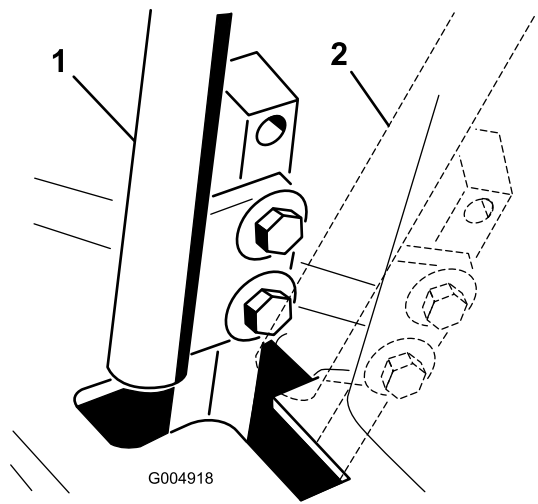

Bild 89
4. Schieben Sie den Schaltbügel in die NEUTRAL-STellung, jedoch nicht in die **arretierte** Stellung (**Bild 89**).
6. Prüfen Sie, an welcher Stelle der Schaltbügel relativ zur Kerbe im Armaturenbrett ist (**Bild 89**).